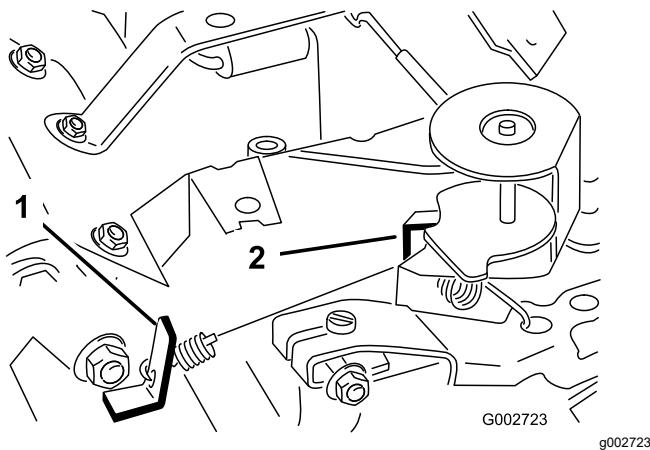

Figure 39
3. Courbez la languette d'ancrage du ressort de ralenti réglé (Figure 39) pour obtenir un régime de ralenti de 1 675 à 1 175 tr/min.
6. Courbez la languette d'ancrage du ressort de haut régime (Figure 39) pour obtenir un haut régime de 3 350 à 3 450 tr/min.